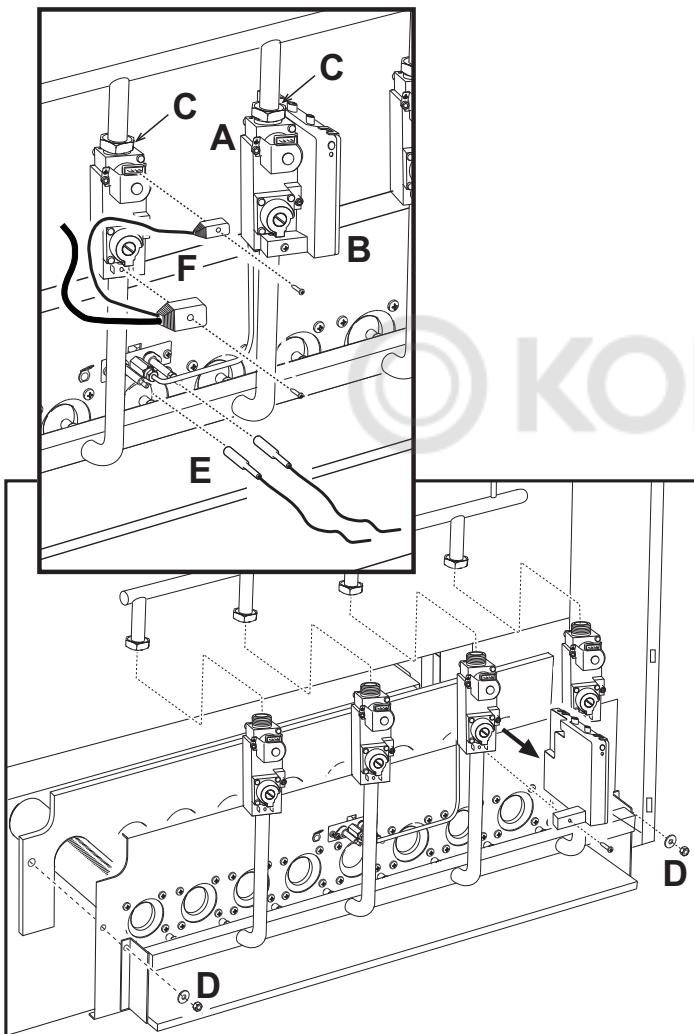

рис. 7 - Демонтаж и очистка горелок
- Открутите два винта, крепящие электронный блок контроля за пламенем (поз. **B** - рис. 7) к газовому клапану (поз. **A** - рис. 7), и отсоедините последний от клапана.
- Отвинтите гайки крепления трубы подачи газа, расположенной перед газовыми клапанами (поз. **C** - рис. 7).
- Развинтите две гайки крепления дверцы камеры горения к чугунным элементам корпуса котла (поз. **D** - рис. 7).